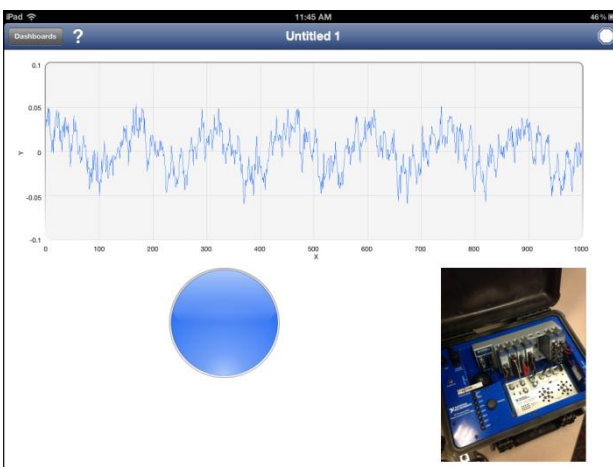

Figura 27. Quando a ventoinha está oscilando a um RPM alto, o sinal exibe um padrão visível e o LED Alert é ligado.
72. Observe que enquanto a ventoinha está oscilando em baixa velocidade o LED Alert está desligado. Quando a ventoinha está oscilando em altas velocidades, o valor do RMS calculado excede o valor limite configurado (0.015) e liga o LED Alert, conforme ilustrado na figura 27.